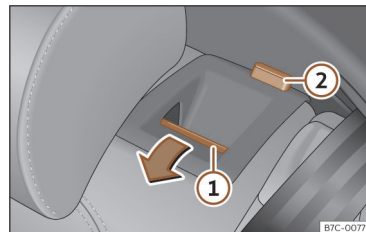

Fig. 86 Banco traseiro: rebater o encosto.
- Pressione o botão de desbloqueio >>> Fig. 86 ① para a frente e, ao mesmo tempo, rebata o encosto. O encosto traseiro está desbloqueado quando se vê uma marca vermelha no botão ②.